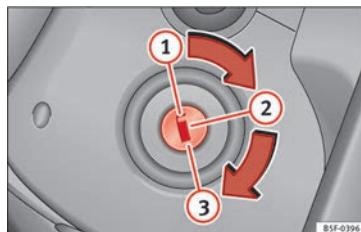

Fig. 168 Positions de la clé de contact.
Dans cette position » fig. 168 l'allumage et le moteur sont déconnectés, ce qui peut bloquer la direction.
- Amenez la clé de contact en position » fig. 168 ②. Le témoin » s'allumera en cas de préchauffage du moteur.
- Lorsque le témoin s'éteint, tournez la clé en position ③ pour lancer le moteur sans appuyer sur l'accélérateur.
- Amenez la clé de contact en position » fig. 168 ①.